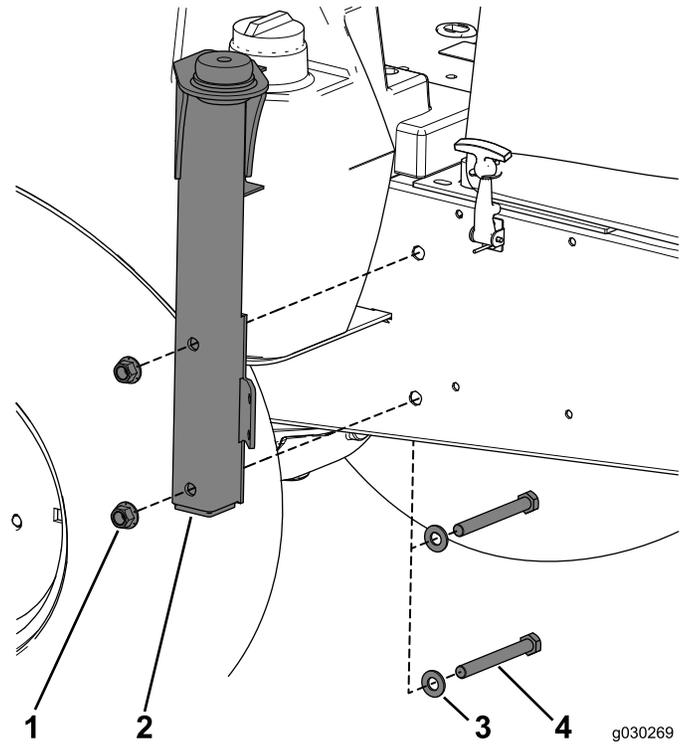

Figura 15
1. Fije el soporte izquierdo a la máquina con 2 pernos (1/2" x 4 1/2"), 2 arandelas pequeñas y 2 contratuercas (Figura 15).